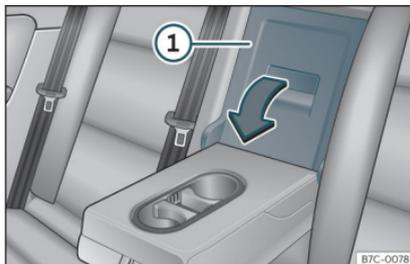

Fig. 120 Sullo schienale del sedile posteriore: apertura della sponda.
- Tirare la leva di sblocco nel senso della freccia e ribaltare completamente in avanti la copertura della sponda»» fig. 120 ⓘ.